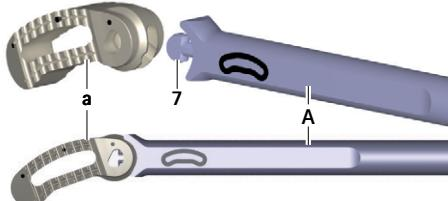

Abb. 7 Implantat an Einsetzinstrument koppeln
- ▶ Implantat a in Schutzverpackung auf Zweiflach 7 des Einsetzinstruments A stecken, siehe Abb. 7. Dabei auf Ausrichtung des Implantats achten (Orientierung anhand der Beschriftung am Einsetzinstrument).
- ▶ Einsetzinstrument A in situ an Implantat a koppeln, siehe Abb. 7.